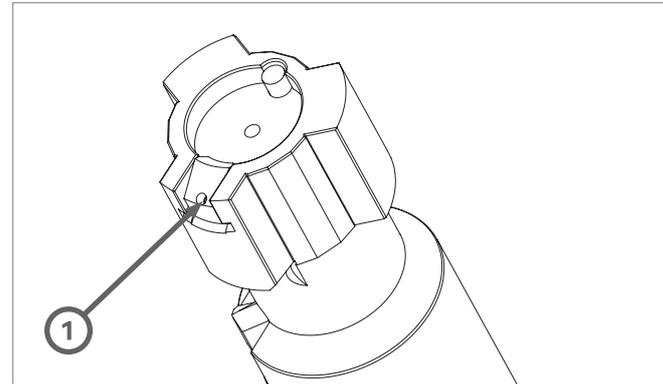

РИС. 45
- ▲ Поместите выколотку в отверстие (поз. 1, РИС. 45) на экстракторе.